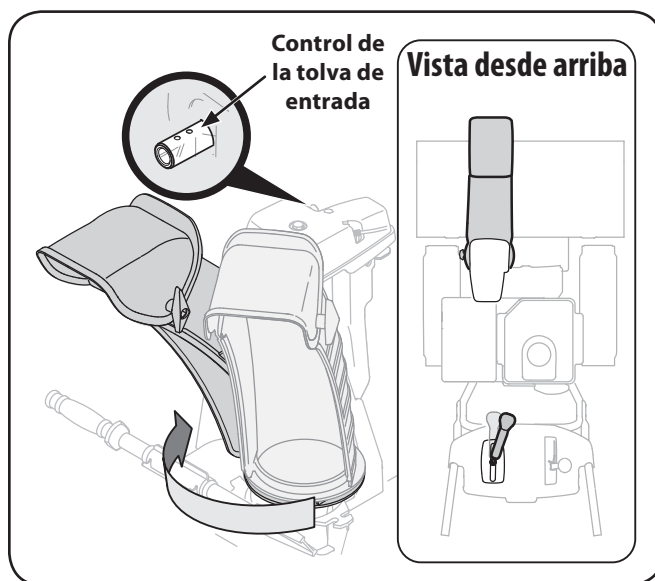

Figura 3-6
4. Apriete el disparador en la palanca de control y gire el canal manualmente para que mire hacia delante. Los orificios en el cabezal de control del canal estarán mirando hacia arriba. Vea la Figura 3-6.
Nota: La palanca de control girará ligeramente hacia la derecha. Vea "Vista desde arriba" en la Figura 3-6.